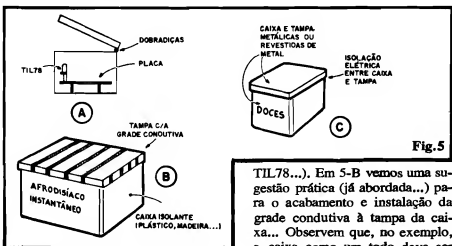

Fig.5
- FIG. 5 - DETALHES DA CONSTRUÇÃO FÍSICA DA "CAIXA DE SURPRESA" - Conforme vemos em 5-A, convém que a placa do circuito seja rigidamente fixada ao fundo da caixa (talvez pelos mesmos parafusos - desde que suficientemente longos - que prendem o transformador-core...), de modo que a "cabeça" sensora do foto-transistor TIL78 fique apontada para a "boca" da caixa... Isso é fundamental para que o foto-sensor "veja" a luminosidade externa, assim que a tampa é levantada, caso contrário o circuito não funcionará... A bateria (ou suporte com 6 pilhas pequenas) também deve ser rigidamente fixada, com o auxílio de braçadeira, parafusos/porcas... Uma ótima sugestão é "calçar" tudo, dentro da caixa, com pedaços de espuma de nylon ou blocos de isopor (não esquecendo de deixar "livre" o "olho" do